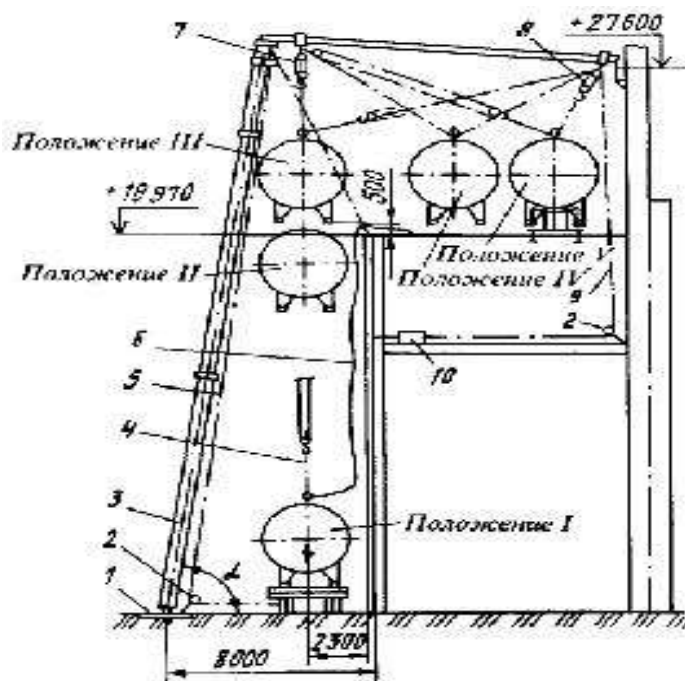

Рисунок 1.11 - Г-образный пристенный подъемник грузоподъемностью 20...30т
Для подъема грузов большой массы в условиях, когда невозможно применение кранов и лебедок, используют Г-образные пристенные подъемники (рисунок 1.11). Шевр из трубы Ж 300 мм. толщиной стенки 8 мм опирается ригелем из балки № 36 на упор в колонне здания. При помощи полиспаста (7) грузоподъемностью 20 т груз поднимают на отметку +19.5 и с помощью полиспаста (8). работающего на оттяжке, постепенно перемещают в проектное положение. Почти всю нагрузку принимают опоры шевра и опорный ригель, работающий на сжатие и продольный изгиб.